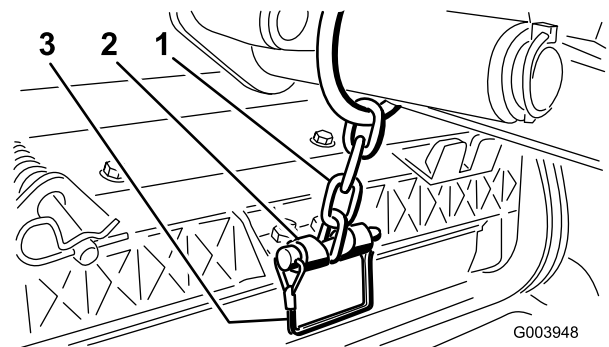

**Figura 12**
- A. Togliete l'acciarino e la rondella che fissano l'albero di articolazione al braccio di sollevamento, ed estraete l'albero dal braccio di sollevamento (Figura 12).
- C. Inserite l'albero del braccio di sollevamento nel braccio di sollevamento, e fissatelo con la rondella e l'acciarino (Figura 12).